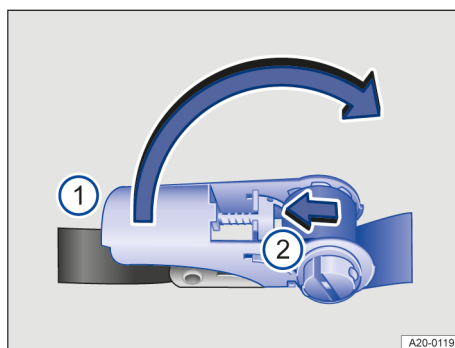
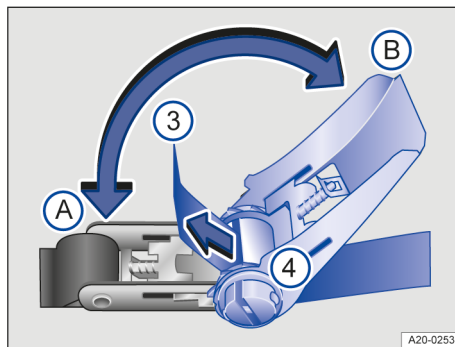

Fig. 140 Aflojar y apretar la palanca de la cinta con carraca.
Fig. 141 Aflojar y apretar la palanca de la cinta con carraca.
1. Presione el seguro → fig. 140 ② hacia fuera en el sentido de la flecha.
2. Lleve la palanca → fig. 140 ① a la posición → fig. 141 B.
3. Introduzca la cinta → fig. 141 ③ desde atrás a través del eje ranurado ④ y apriétela con fuerza.
4. Mueva la palanca → fig. 140 ① entre las posiciones → fig. 141 A y B de forma alterna hasta que la cinta se haya enrollado de dos a tres veces alrededor del eje ranurado → ▲.
5. Presione el seguro → fig. 140 ② hacia fuera y lleve la palanca → fig. 140 ① a la posición → fig. 141 A. La carraca queda cerrada y bloqueada.
4. Extraiga la cinta → fig. 141 ③ de la carraca.